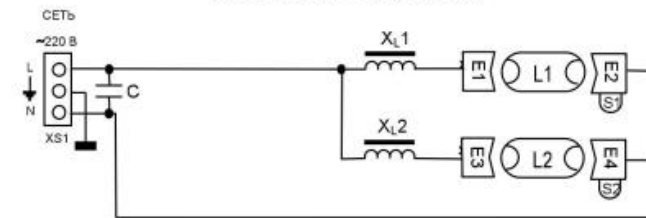

Рис.5
*Названия элементов облучателя, приведенные в данном разделе, соответствуют блок-схеме (рис.5 Приложение 1).*